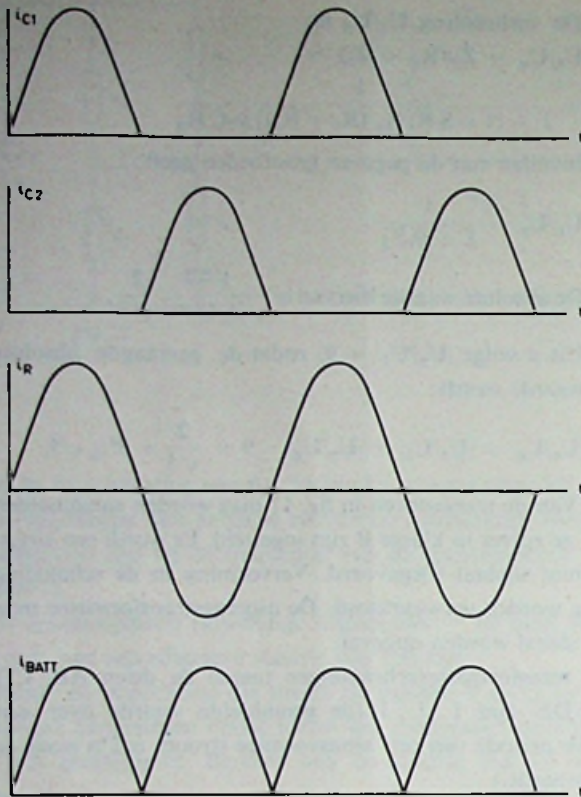

Fig. 13
- a. In fig. 13 zijn de gevraagde stromen als functie van de tijd voorgesteld. Als de gemiddelde waarde van de batterijstroom 1 A is, is de topwaarde van i_{batt} , i_{c1} en i_{c2} gelijk aan $\pi/2$ A en, omdat de transformatieverhoudingen 1 : 1 : 1 zijn, is dit eveneens de topwaarde van i_R .